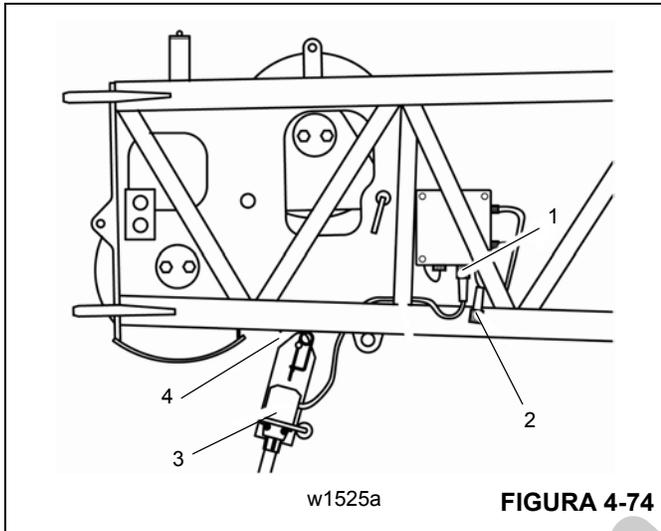
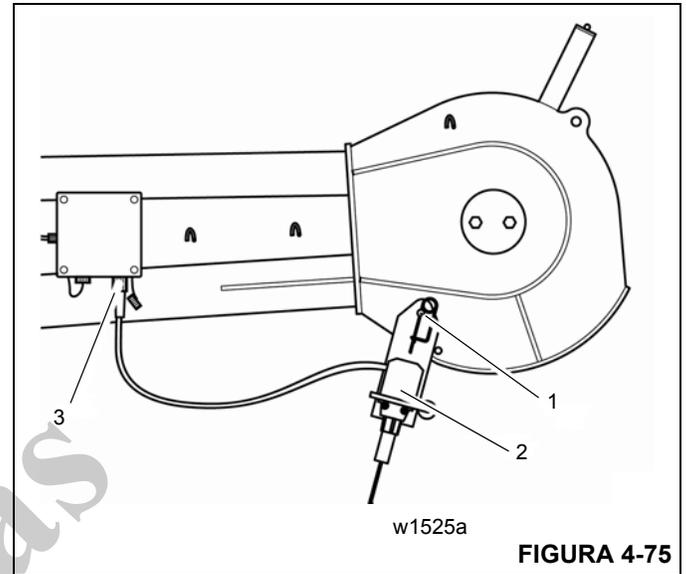

FIGURA 4-74
FIGURA 4-75
- Insira o plugue de curto-circuito (1) no soquete para a conexão do fim de curso de elevação (Figura 4-74).
**Na extensão da treliça da lança articulada de 10,1 m (33 pés) (Figura 4-74)**
- Conecte o fim de curso de elevação (3) ao suporte (4) e fixe-o com um pino de retenção.
- Remova o plugue de curto-circuito (2) do soquete (1).
- Conecte o fim de curso de elevação no soquete (1).
- Ao desamarrar os cordames deve-se inserir o plugue de curto-circuito (2) de volta no soquete (1).
- Conecte o fim de curso de elevação (2) à manilha (1) e fixe-o com um pino de retenção (Figura 4-75).
- Conecte o fim de curso de elevação no soquete (3).
- Ao armazenar, feche o soquete(3) com a tampa de proteção.